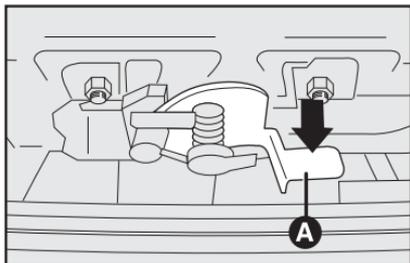

fig. 114
- 2) Puxar a trava no sentido da seta **A**-fig. 114.